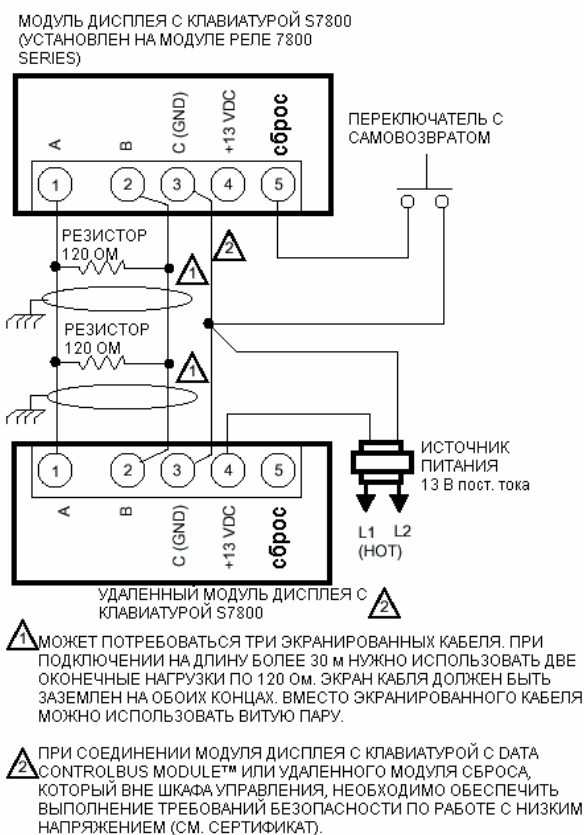

Рис. 5. Подсоединение нескольких модулей дисплея с клавиатурой.
- б. Подключите провода от удаленных устройств к Модулю дисплея с клавиатурой как показано на Рис. 5 и 6 или в Спецификации Модуля дисплея с клавиатурой (65-0166), DATA CONTROLBUS MODULE™ (65-0091) или Удлинителя кабеля (65-0131).
- ⌘ Вся проводка должна соответствовать нормам, указаниям и правилам работы с электрооборудованием. Модуль дисплея с клавиатурой, DATA CONTROLBUS MODULE™ (для удаленного монтажа) или Модуль удаленного сброса (для удаленного сброса) должны соединяться цепочкой (1(a)-1(a), 2(b)-2(b), 3(c)-3(c)). Перечисленные устройства могут подключаться в произвольном порядке. При длине соединения свыше 30 м устройства на концах цепочки должны иметь оконечную нагрузку 120 Ом (1/4 Вт минимум) между клеммами 1и 2, см. Рис. 5 и 6.